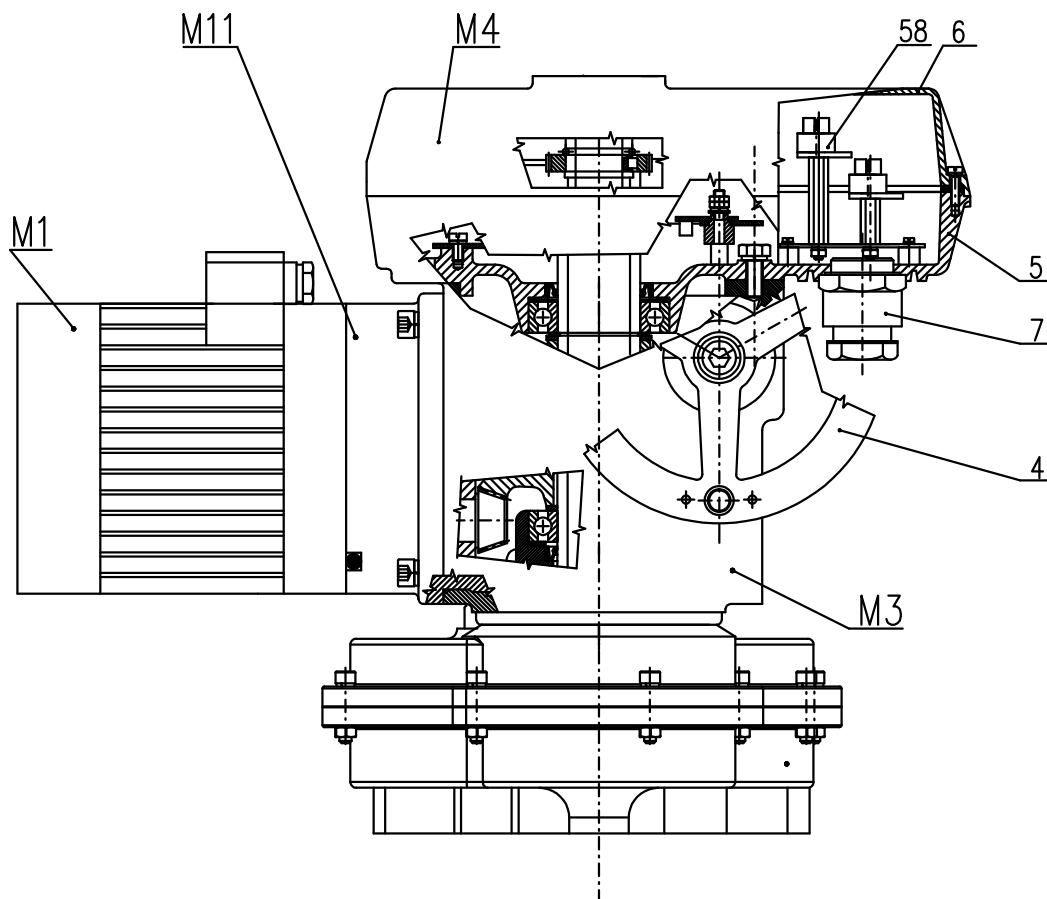
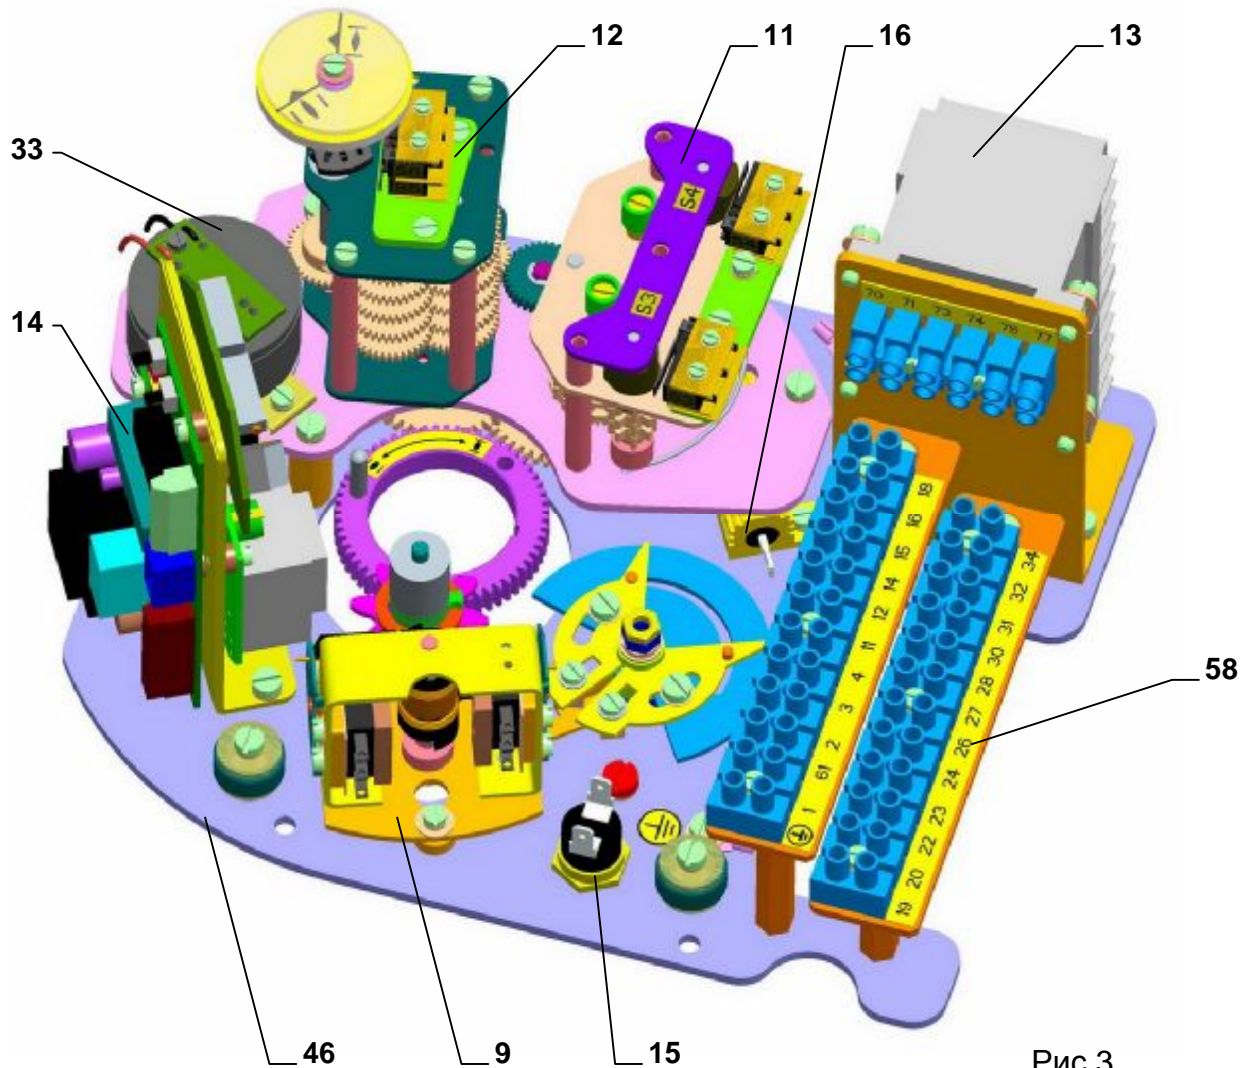

Рис. 1
Рис.3
ЭП МО многооборотные состоят из следующих модулей (рис.1):
Модуль М4 – коробка управления (Рис. 1), помещен в верхней части ЭП и создает самостоятельное функциональное целое. Верхнюю часть образует кожух коробки управления. Нижняя часть коробки управления включает шкаф силовой передачи и создает несущую часть передачи управляющей плиты (Рис.3).
- блок положения (11)
- блок сигнализации с передаточным звеном (12)
- блок моментного выключения (9)
- блок датчика (33) (для спецификации ЭП)
- отопительный элемент (16) с тепловым реле (15)
- регулятор положения (только для ЭП МО с регулятором положения) (14)
- реверсивные контакторы (13) (для спецификации ЭП)
- электрическое включение через клеммные колодки (58), расположенное в коробке управления и кабельных концевых втулок (7) (рис.1), или конектора с кабельными концевыми вводами